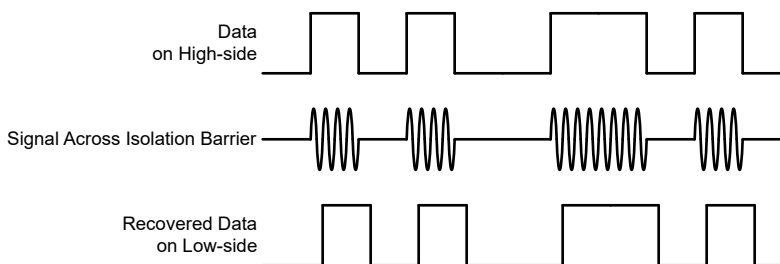

図 7-4. OOK ベースの変調方式
AMC22C11-Q1 は、SiO2 ベースの絶縁バリア越しにコンパレータの出力状態を送信するため、図 7-4 に示すオン / オフ・キーイング (OOK) 変調方式を採用しています。「機能ブロック図」に示す送信ドライバ (TX) は、デジタル 1 を表すために内部で生成された高周波キャリアを絶縁バリア越しに送信します。デジタル 0 を表す信号は送りません。